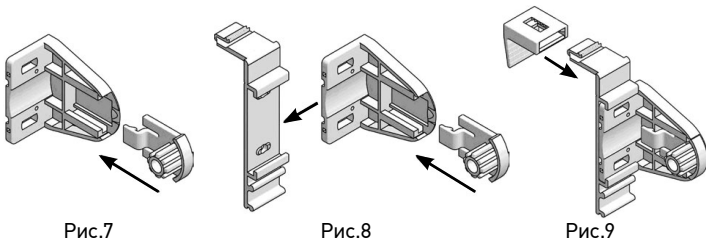

Рис.7
- 3.1. Установить вставки в кронштейны MINI до щелчка (Рис.7).